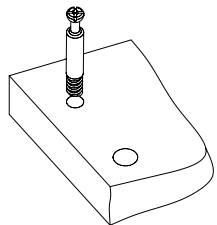

Рис.1
2. Вкрутить шпильки минификсов в соответствующие плоскостные отверстия боковин 3, 4, фасадной планки 8 (Рис. 1).